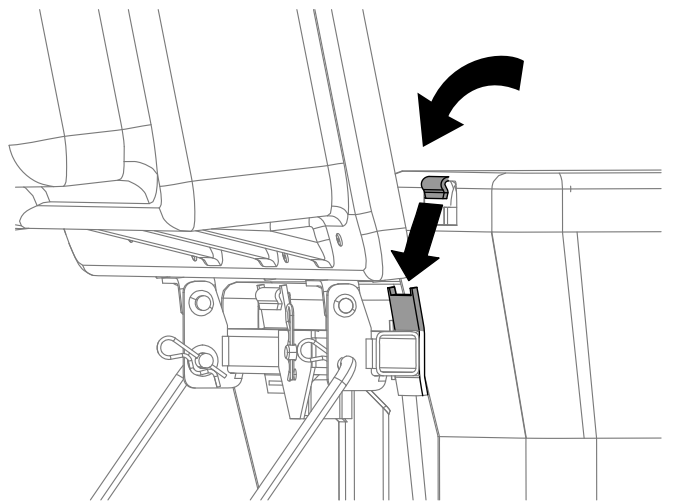

Bild 21
4. Heben Sie die Abdeckung des Heckfangsystems an und setzen Sie die in 9 Montieren des Grasfangkorbs \(Seite 15\) zusammengebauten Grasfangkörbe ein. Schieben Sie die Korbhaken auf die Befestigungshalterungen (Bild 21).